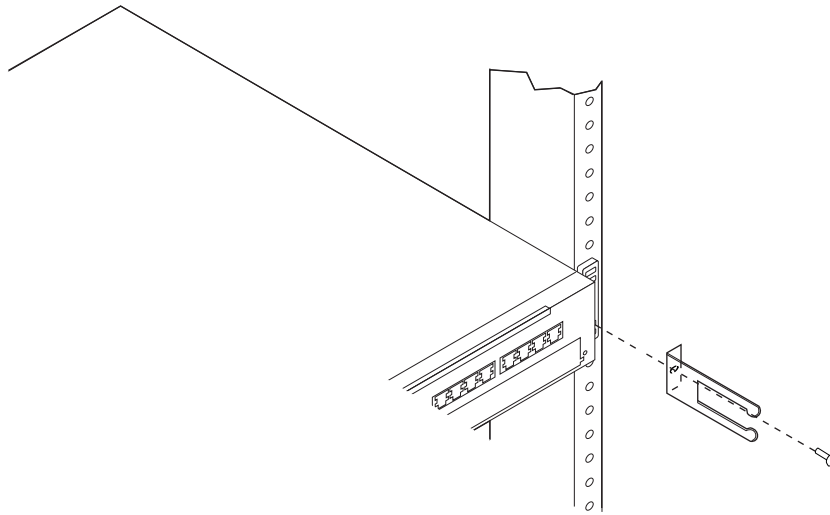

Figura 2-2. Colocación de la pieza de sujeción de gestión del cable
6. En el lado derecho, alinee los orificios del tornillo interior de la pieza de sujeción de montaje y de la pieza de gestión del cable con el orificio correspondiente del bastidor; a continuación, empiece a enroscar el tornillo, como se muestra en la Figura 2-2.